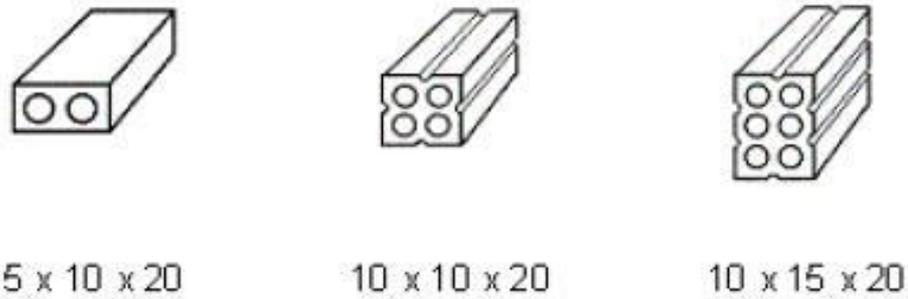

Figura 5. Tijolos furados – tipo 1.
1. tipo 1: cilíndricos e paralelos às faces menores (Figura 5);